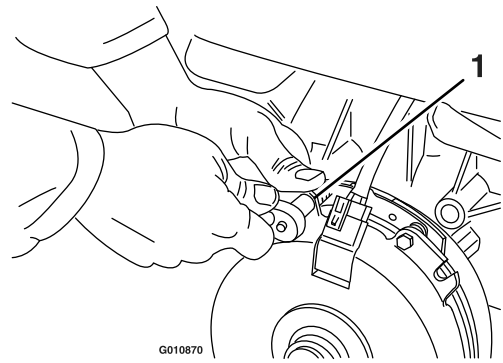

Bild 74
- A. Lösen Sie die beiden Befestigungsschrauben der Bremse um eine halbe bis ganze Umdrehung, wie in Bild 74 abgebildet.